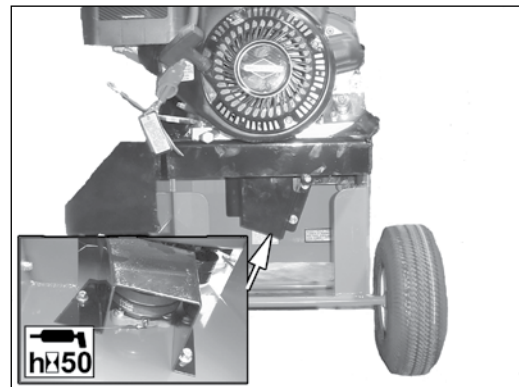

Figura 5.7 - Cojinete del lado del motor.
2. COJINETE DEL LADO DEL MOTOR (FIGURA 5.7)